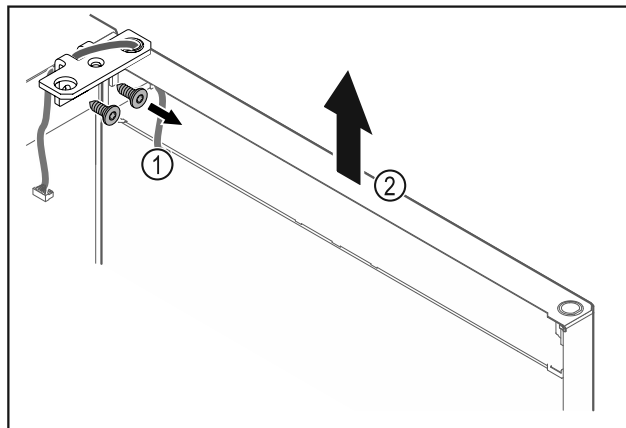

Fig. 27
- ▶ Odkręcić zawias Fig. 27 (1).
- ▶ Drzwi wraz z zawiasem należy podnieść prosto do góry o ok. Fig. 27 (2) circa 200 mm i zdjąć.